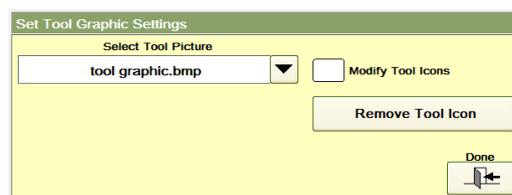

Abbildung 6m Festlegung der Werkzeuggrafik-Einstellungen
Der Nutzer hat die Möglichkeit, im Verzeichnis D:\G24\Tool eine Bilder-Bibliothek (in den Formaten bmp, jpg, jpeg und wmf) anzulegen und kann mithilfe der Taste Diagrammeinstellungen auswählen, welches Bild für eine Gruppen-Registerkarte angezeigt wird. Auf dem HPS-C-PRO⁺-Bildschirm steht eine Bildgröße von 1016 x 626 Pixel zur Verfügung. Größere Bilder werden verkleinert, damit sie unverzerrt auf den Bildschirm passen. Bilder mit einer geringeren Pixelzahl werden automatisch zentriert. Wählen Sie das Bild mithilfe der in Abbildung 6m dargestellten Dropdown-Box zur Werkzeugbild-Auswahl aus. Die Anzeige von interaktiven Sollwerten und Werten auf dem Bild kann eingestellt werden.
- Im Popup-Fenster zur Festlegung der Werkzeuggrafik-Einstellungen (siehe Abbildung 6m) Werkzeug ändern und dann fertig auswählen